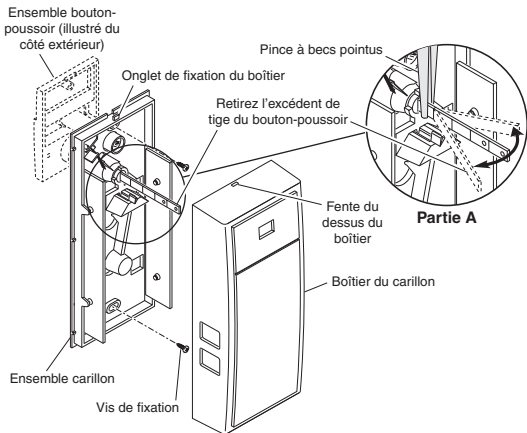

Figure 2 – Installation du carillon et mise en place du boîtier
1. Mettez l'ensemble carillon en place sur la tige du bouton-poussoir et sur l'oculaire (consultez la Figure 2).
3. Fixez solidement les parties supérieure et inférieure du carillon au moyen des vis de fixation fournies (consultez la Figure 2).
1. Pour assurer d'avoir suffisamment d'espace une fois le boîtier en place, retirez l'excédent de tige du bouton-poussoir. **IMPORTANT** : Pour éviter de briser les pièces de plastique du carillon, utilisez une pince à bords pointus pour plier la tige en un mouvement de va-et-vient (consultez la Figure 2, Partie A).